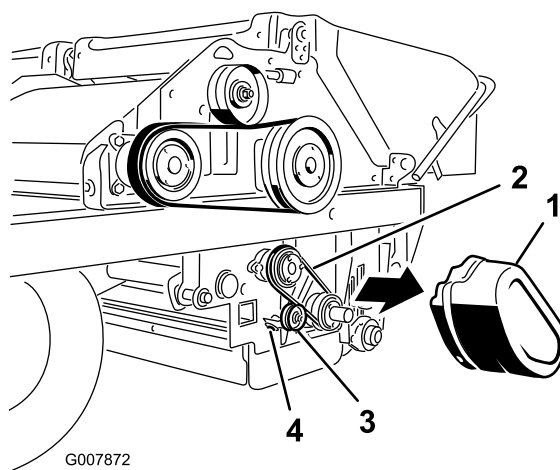

図 62
1. ベルト・カバー（図 62）を取り外す。
2. アイドラ・プーリのナットをゆるめる（図 62）。
3. アイドラ・プーリをベルトに押し付け、アイドラ・プーリのナットを締め付ける（図 62）。